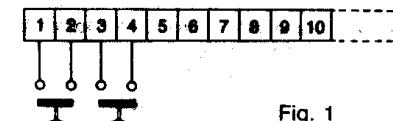

Fig. 1
- 1.C1) Collegare due pulsanti del tipo normalmente aperto sia fra i morsetti 1 e 2, sia fra i morsetti 3 e 4 della morsettiera dell'apparecchiatura. (Vedi fig. 1).